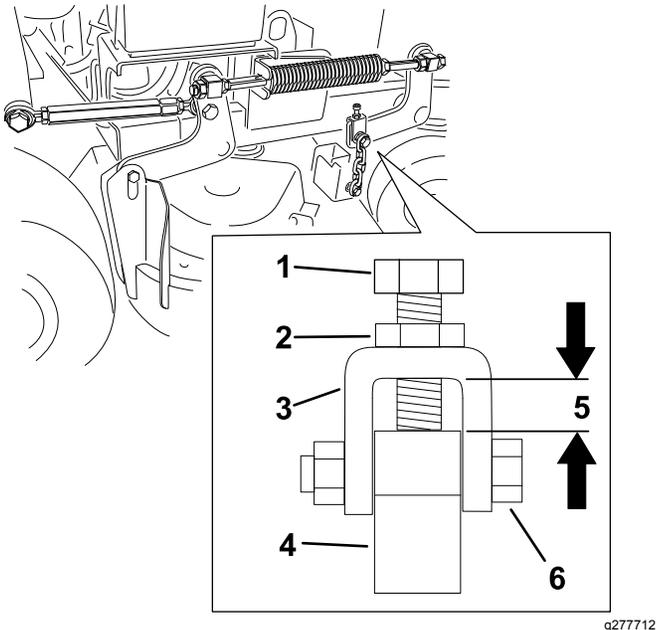

Figura 79
**Nota:** Questa distanza deve essere di 11 mm, come mostrato in Figura 79.
6. Se occorre regolare, allentate il bullone superiore della catena (Figura 79).
7. Allentate il controdado e regolate il bullone per ottenere la distanza corretta mostrata in Figura 79.